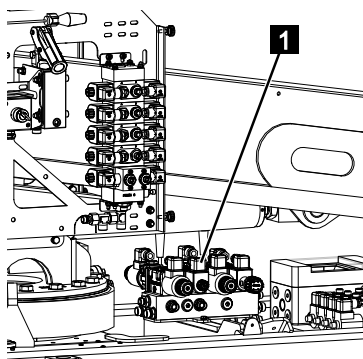

Abb. 119
2. Ventile (Abb.119/1) gemäß nachfolgender Beschreibung bedienen.